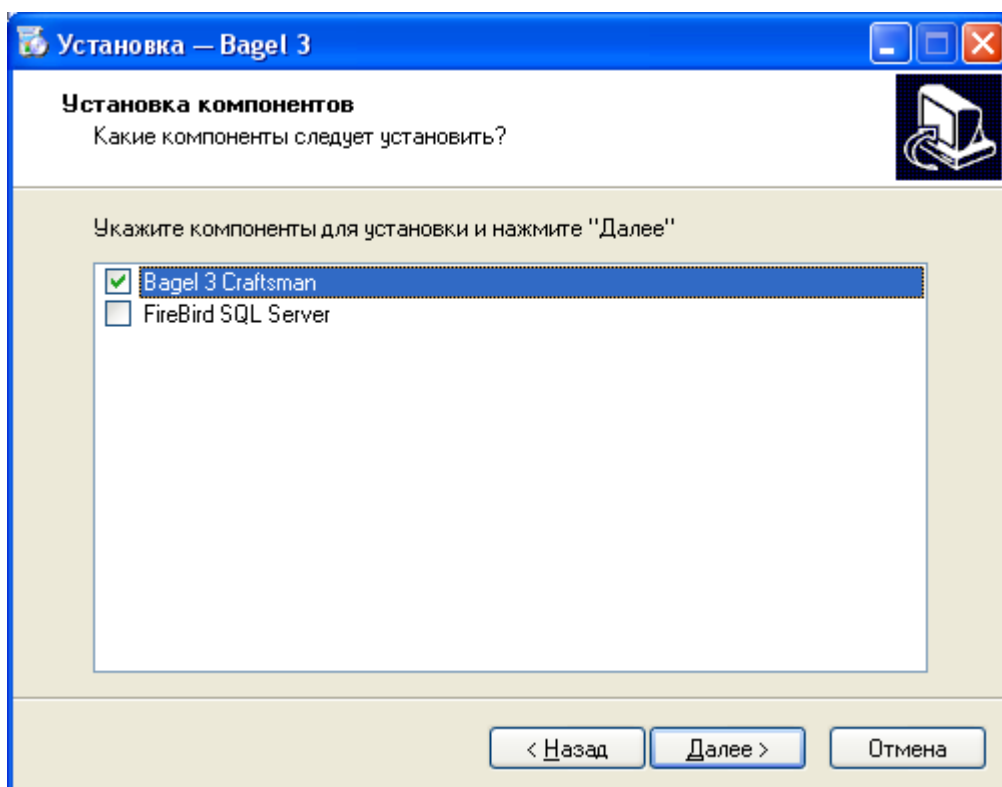

Рис. 1.9
- Укажите только компонент Бублик 3 Самоделкин (рис.1.9)